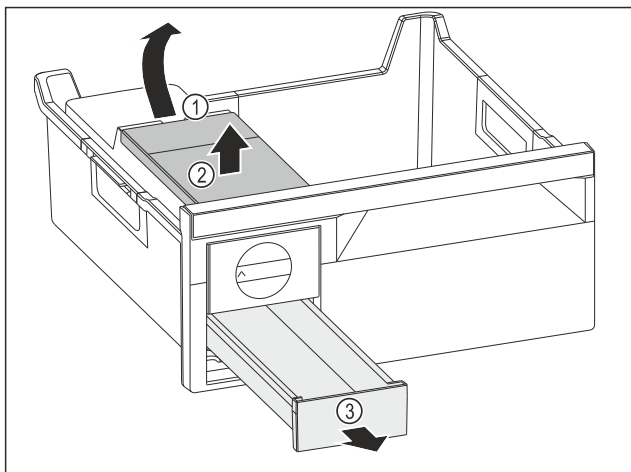

Fig. 140
- Vađenje spremnika za vodu: Podignite spremnik za vodu na otvoru Fig. 140 (1).
- Izvadite spremnik za vodu Fig. 140 (2) prema gore.
- Izvadite ladicu Fig. 140 (3) prema naprijed.